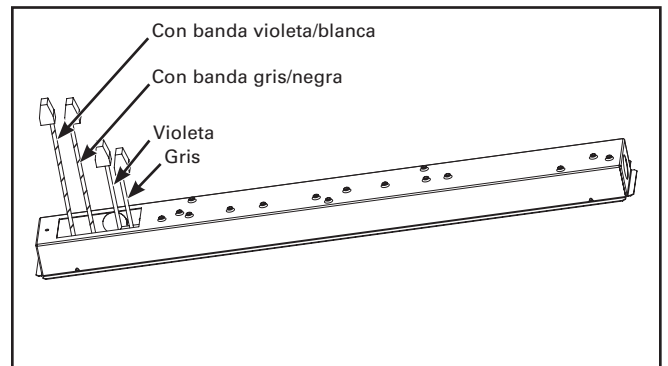

Figura 2.
2. Ubique cuatro cables de control con tuercas de presión (violeta, gris, franja violeta/blanca, franja gris/negra). (Figura 2.)
3. Use las tuercas de presión suministradas para conectar la entrada de control de 0-10 V que atenúa los cables violeta y gris a los cables violeta y gris de la luminaria correspondiente. (Figura 2.)
4. Utilice las tuercas de presión suministradas para conectar los cables CCT 0-10V de entrada de control a la banda violeta/blanca de la luminaria correspondiente y los cables de banda gris/negra. (Figura 2.)